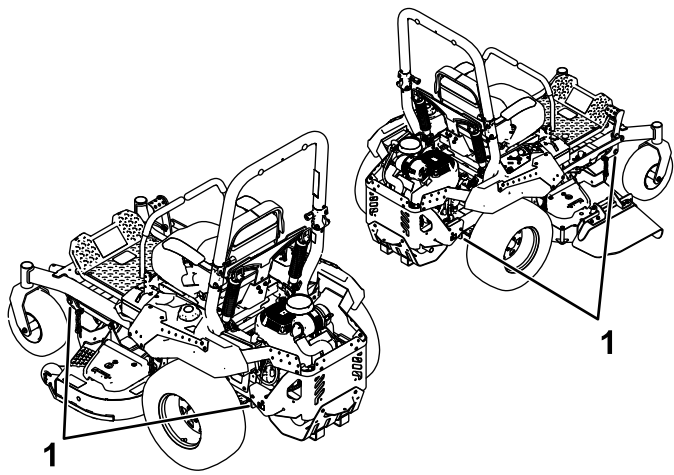

Bild 36
- Vergurten Sie die Maschine in der Nähe der vorderen Laufräder und dem hinteren Rahmen mit Riemen, Ketten, Kabeln oder Seilen (Bild 36). Ziehen Sie in Bezug auf Anforderungen für Befestigungen geltende Vorschriften zurate.